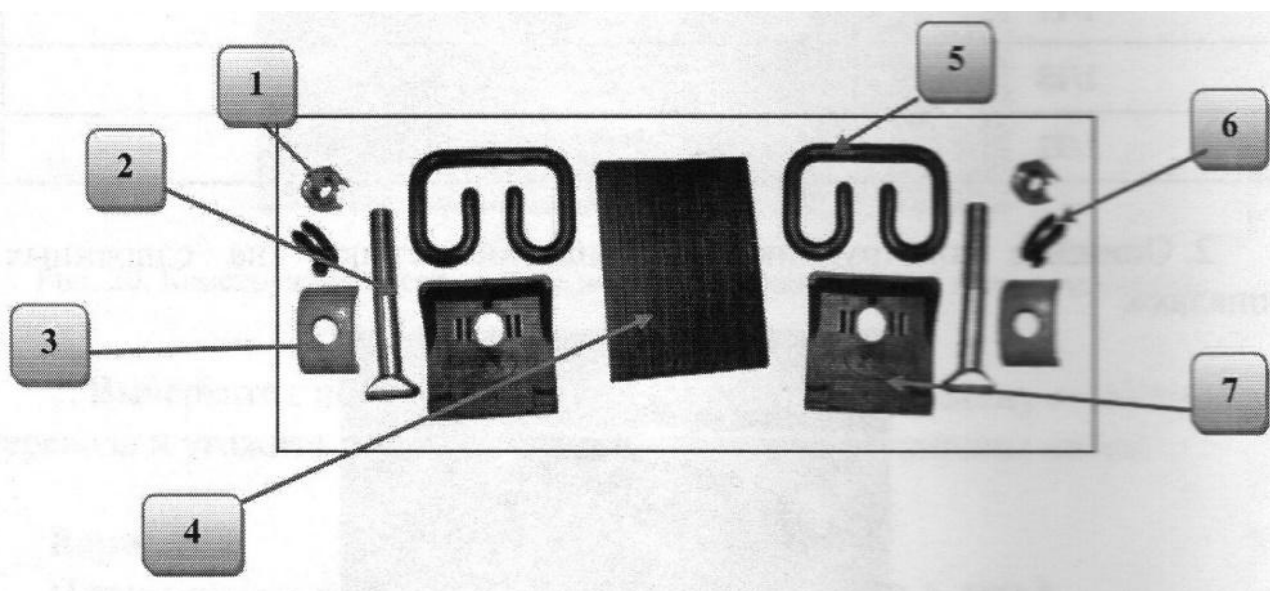

Рис. 24. Элементы крепления типа ЖБР-65
1. Перед вами элементы рельсового крепления ЖБР-65 (рис. 24). Заполните табл. 11с указанием его основных частей. Составьте алгоритм сборки данного вида крепления.